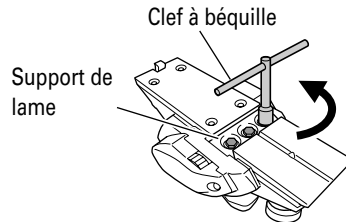

Fig. 7
(1) Comme indiqué à la Fig. 7, utiliser la clé à bécaille fournie en accessoire pour retirer les trois boulons de fixation de la lame, puis retirer le support de lame.